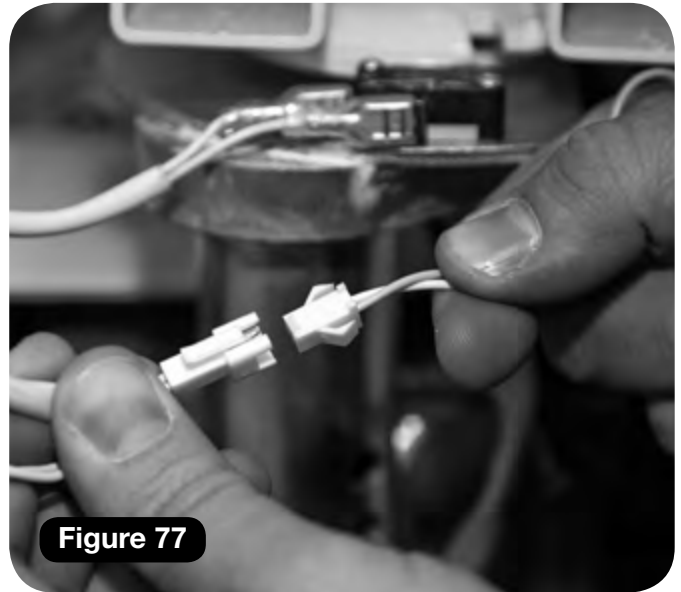

Figure 77
- c Connectez le faisceau de l'interrupteur à clé (orange et vert) jusqu'au connecteur du faisceau du bouton de pivotement (2 x blanc) (**Figure 77**).